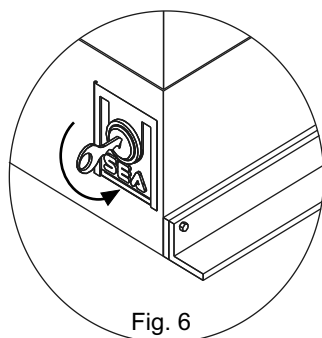

Fig. 6
- Inserire la chiave e ruotarla per aprire il portello che protegge la maniglia in plastica (fig. 6).